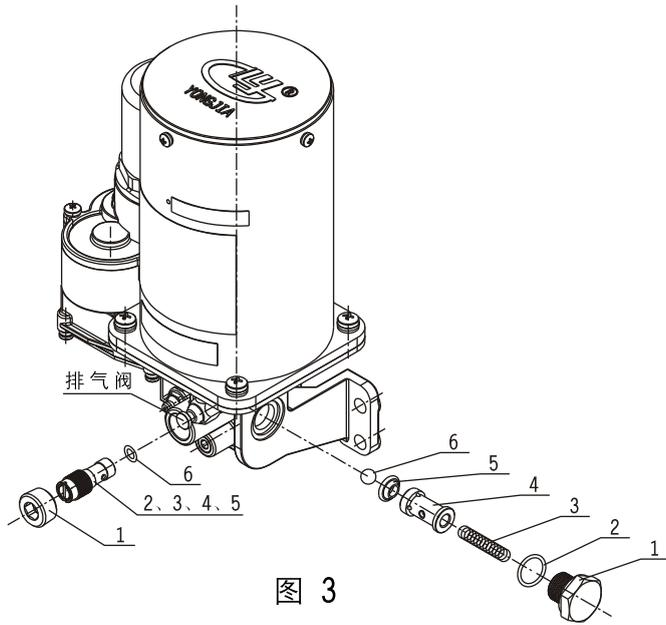

图 3
1.1 单向阀清洗（图3）：拧下1，按顺序取出2、3、4、5、6用煤油清洗干净，再按原装配装好。